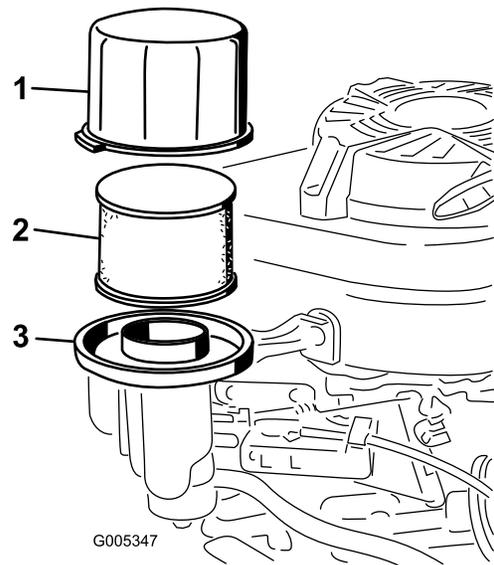

Figure 24
3. Déposez le couvercle et nettoyez-le soigneusement (Figure 24).
4. Retirez le préfiltre en mousse et l'élément filtrant en papier de la base du filtre à air (Figure 24).